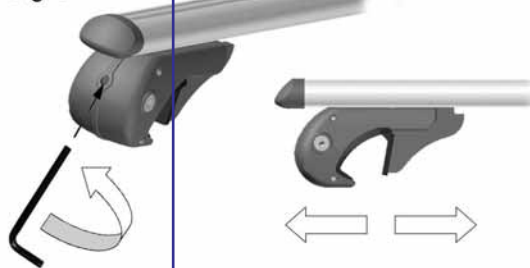

Fig. 2
- La distanza minima tra le due barre porta tutto deve essere di 700 mm (vedi fig. 2), salvo diversa prescrizione del produttore del veicolo.
- Unless different instructions are given by the vehicle manufacturer, the distance between the two racks must be at least 700 mm (see fig. 2).
- Der Mindestabstand zwischen zwei Allesträgern muss 700 mm betragen (siehe Abb. 2), falls der Fahrzeughersteller nichts anderes vorschreibt.
- La distancia mínima entre las dos barras portaequipaje debe ser de 700 mm. (véase fig. 2), salvo prescripciones diferentes por parte del fabricante del vehículo.